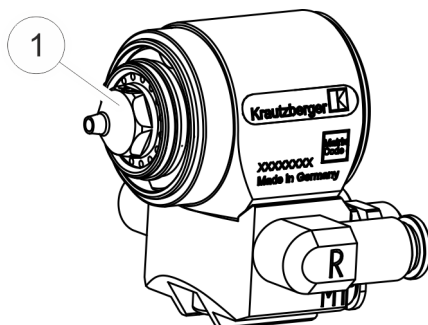

Fig. 8: Rimozione dell'ugello del materiale
3. ► Allentare e rimuovere l'ugello del materiale (Fig. 8/1) con una chiave a bussola (dimensione **SW14**).